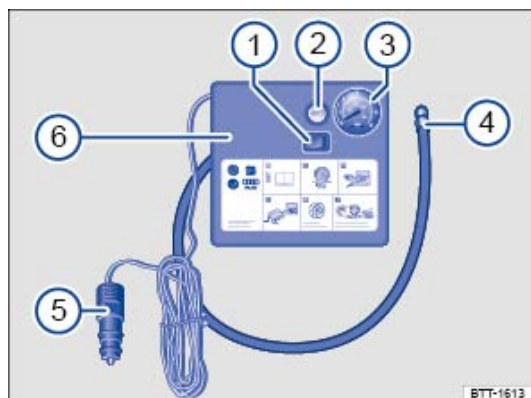

Fig. 209 Schéma de principe : compresseur du kit de crevaion
Le compresseur du kit de crevaion comprend les éléments suivants ⇒ Fig. 209 :
- Vissez fermement le flexible de remplissage du pneu ⇒ *Fig. 209*④ du compresseur d'air sur la valve du pneu.
- Contrôlez que la vis de décharge de pression d'air ⇒ *Fig. 209*② est fermée.
- Branchez le connecteur 12 V ⇒ *Fig. 209*⑤ dans une prise de courant 12 V du véhicule ⇒ *Prises de courant* .
- Mettez en marche le compresseur d'air à l'aide de l'interrupteur Marche/Arrêt ⇒ *Fig. 209*①.
Raccordez à nouveau le flexible de remplissage du pneu ⇒ *Fig. 209*④ et consultez la pression de gonflage indiquée sur l'indicateur de pression de gonflage ③.